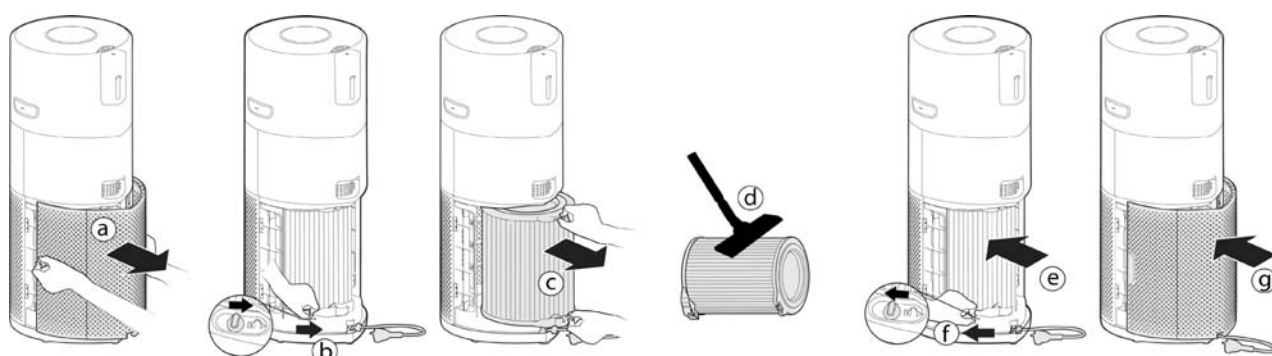

Рис. 17
## Очистка / Замена фильтра: [Рис. 17]
- Снимите крышку блока забора воздуха с прибора. [Рис. 17а]
- Откройте защелку фиксатора фильтра. [Рис. 17б]
- Снимите фильтр с прибора. [Рис. 17с]
- С помощью пылесоса очистите наружную сетку на блоке фильтра ИЛИ замените на НОВЫЙ фильтр. [Рис. 17д]
- Верните блок фильтра в прибор. [Рис. 17е]
- Закройте защелку фиксатора фильтра. [Рис. 17ф]
- Установите крышку блока забора воздуха на прибор. [Рис. 17г]